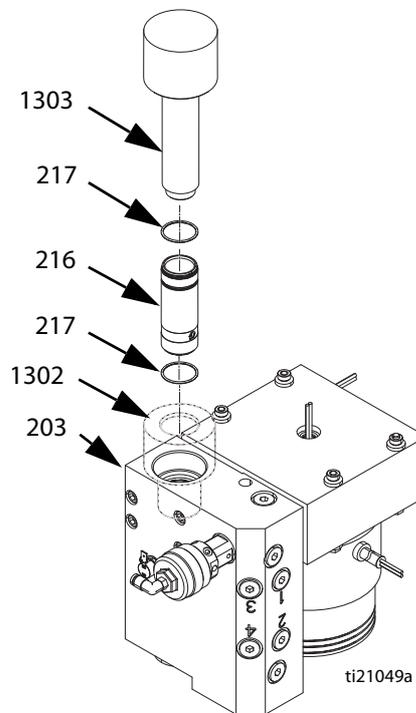

Рис. 34
2. Вставьте охватывающий инструмент (1302) для установки цилиндра в выпускной коллектор (203) расплавителя для защиты уплотнений от острых резьбовых соединений. См. Рис. 34.